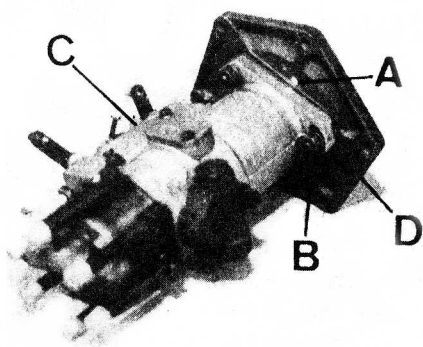

Fig. A3-31 Desmontaje de la tapa intermedia
- 2.3. Hacer una marca, A (Fig. A3-31) para determinar la posición de la bomba con relación a la tapa ya que aunque los tres puntos de fijación de la bomba -- son simétricos, ésta solo se puede montar en una posición.
- 2.4. Desmontar las tres tuercas, B (Fig. A3-31) que fijan la bomba inyectora, C, a la tapa intermedia, D, y separar dicha tapa.
- 3.1. Montar la tapa intermedia, D (Fig. A3-31) haciendo coincidir la marca de posicionamiento, A, con la de la bomba, C, y fijar ambas con las tuercas y -- arandelas, B, sin apretar definitivamente dichas tuercas.